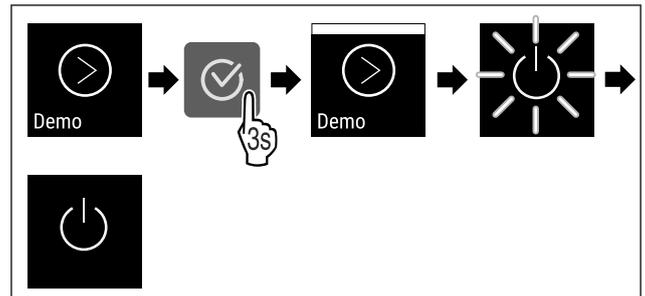

Fig. 100
- ▶ Выполните шаги действия (см. Fig. 100).